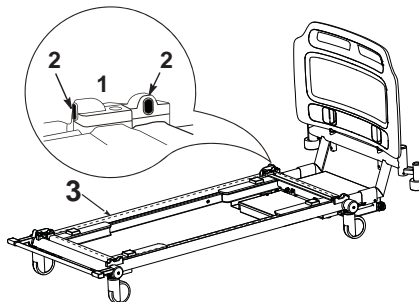

Abbildung 30: Einklemmschutzsensoren und -lichtschranken
*Reinigen Sie die Linsen (siehe Abbildung 30, Nr. 2) der Infrarotsensoren regelmäßig mit einem trockenen Tuch.*